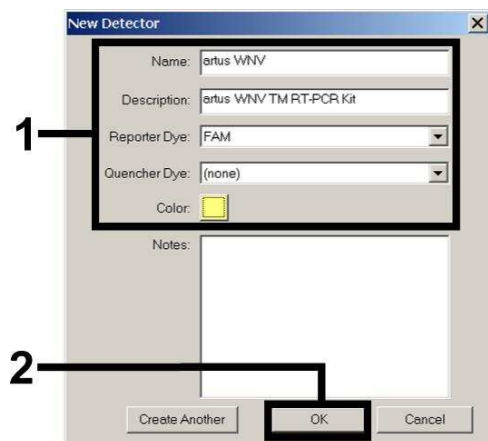
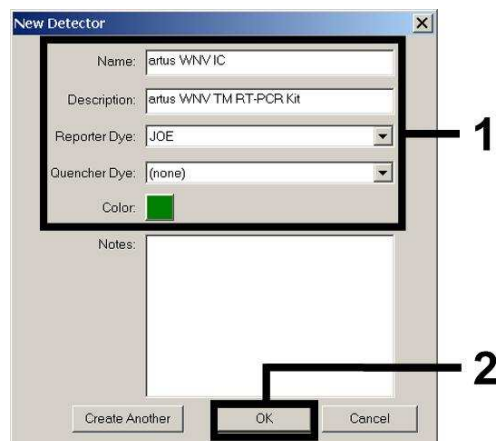
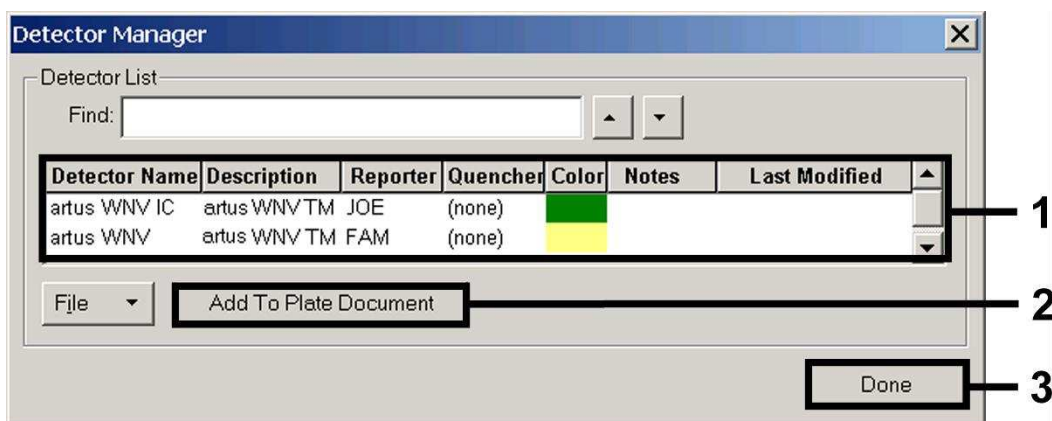

Abb. 4: Erstellung des WNV-spezifischen Detektors (*Detector Manager*).
Abb. 5: Erstellung des IC-spezifischen Detektors (*Detector Manager*).
Abb. 6: Auswahl der Detektoren (*Detector Manager*).
In dem nun erscheinenden Fenster definieren Sie (entsprechend Abb. 4 und Abb. 5) zum Nachweis von WNV-RNA die Reporter/Quencher-Kombination **FAM/none**, zum Nachweis der *Internen Kontrolle* wählen Sie die Kombination **JOE/none** aus. Durch die Bestätigung der Eingaben (OK) kehren Sie zurück zum *Detector Manager*. Markieren Sie die soeben erstellten Detektoren und transferieren Sie jede Auswahl durch Anklicken der Option *Add to Plate Document* zum *Well Inspector* (siehe Abb. 6). Schließen Sie das Fenster (*Done*).